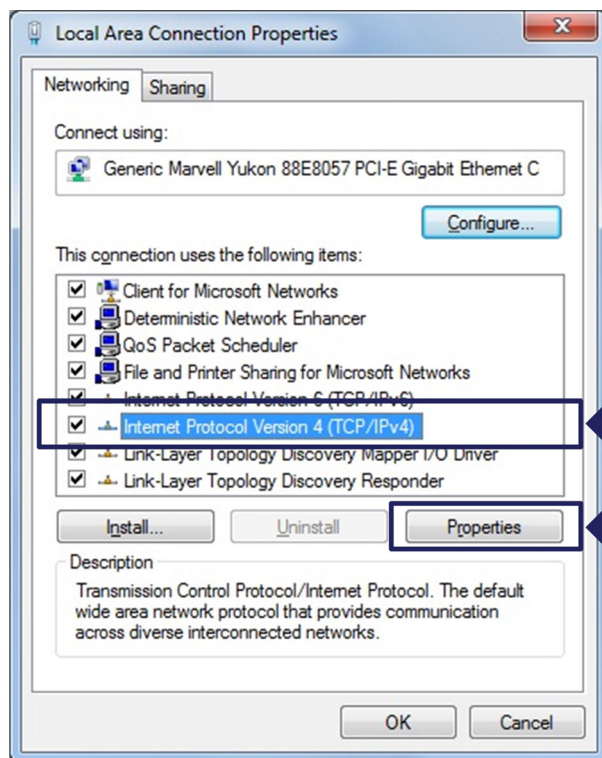

Abb. 3.8 TCP/IPv4
- Wählen Sie das Internetprotokoll (TCP/IP) und klicken Sie auf die Schaltfläche **Properties** (Eigenschaften) (Abb. 3.8).